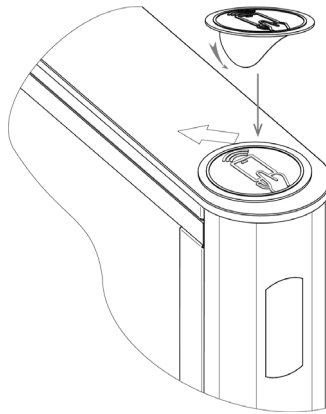

Рисунок 29. Наклеивание резиновой наклейки на стеклянную крышку
7. Снимите передние панели (8) обеих боковых стоек.
8. Используя рожковые и торцевые ключи S17, открутите и снимите 6 болтов M10×30 с шайбами, пластиковыми втулками и гайками крепления стекла заполнения (по два – в кронштейнах боковых стоек и два – на центральной стойке) (см. рис. 29, 30).